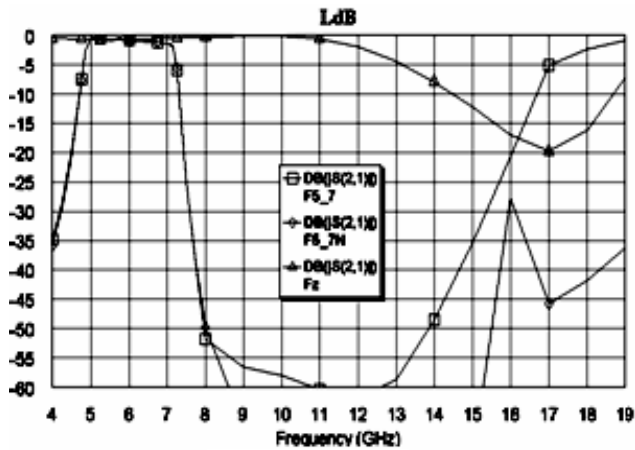

Рис. 3.201
9. Сделайте активным окно графика **LdB** и щёлкните по значку **Analyze** на панели инструментов. График вносимого ослабления показан на рис. 3.201, а график коэффициента